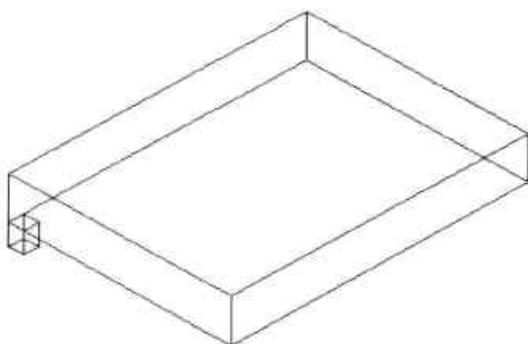

图14-56 绘制床腿
**Step03** 执行“长方体”命令，绘制出一个长为 100mm、宽为 100mm、高为 150mm 的长方体作为床腿，并移至床板适当位置，如图 14-56 所示。